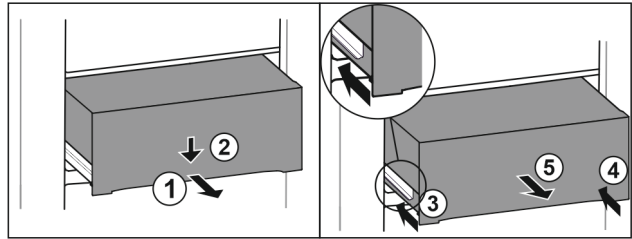

Fig. 193
- ▶ Вытяните выдвижной ящик наполовину. Fig. 193 (1)
- ▶ Вдавите выдвижной ящик в передней части вниз. Fig. 193 (2)
- ▶ Задвиньте левую направляющую прим. на 2 см. Fig. 193 (3)
- ▶ Задвиньте правую направляющую прим. на 2 см. Fig. 193 (4)
- ▶ Извлеките выдвижной ящик движением вперед. Fig. 193 (5)